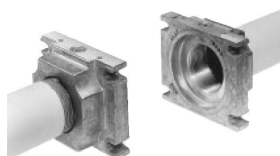

Fig. 12
- 3 Montare il MultiBloc fra le flange filettate (Fig. 12)